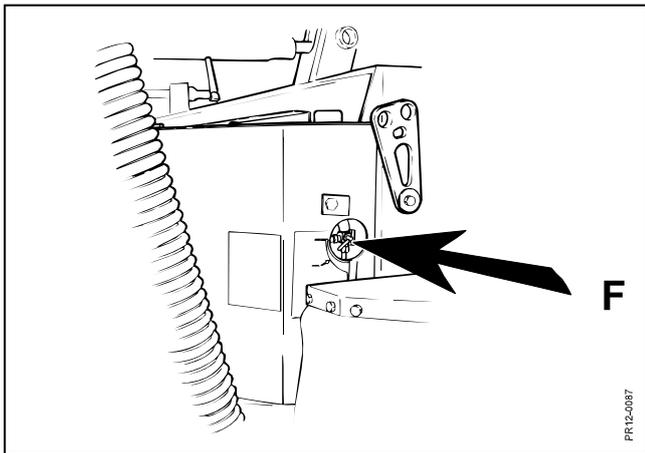

Fig. 5-19
- Fig. 5-19** Wenn die Maschine in Betrieb genommen wird, den Hahn **F** ca. halb aufdrehen. **Nicht vergessen wieder zuzudrehen, wenn die Maschine ausgeschaltet wird.**